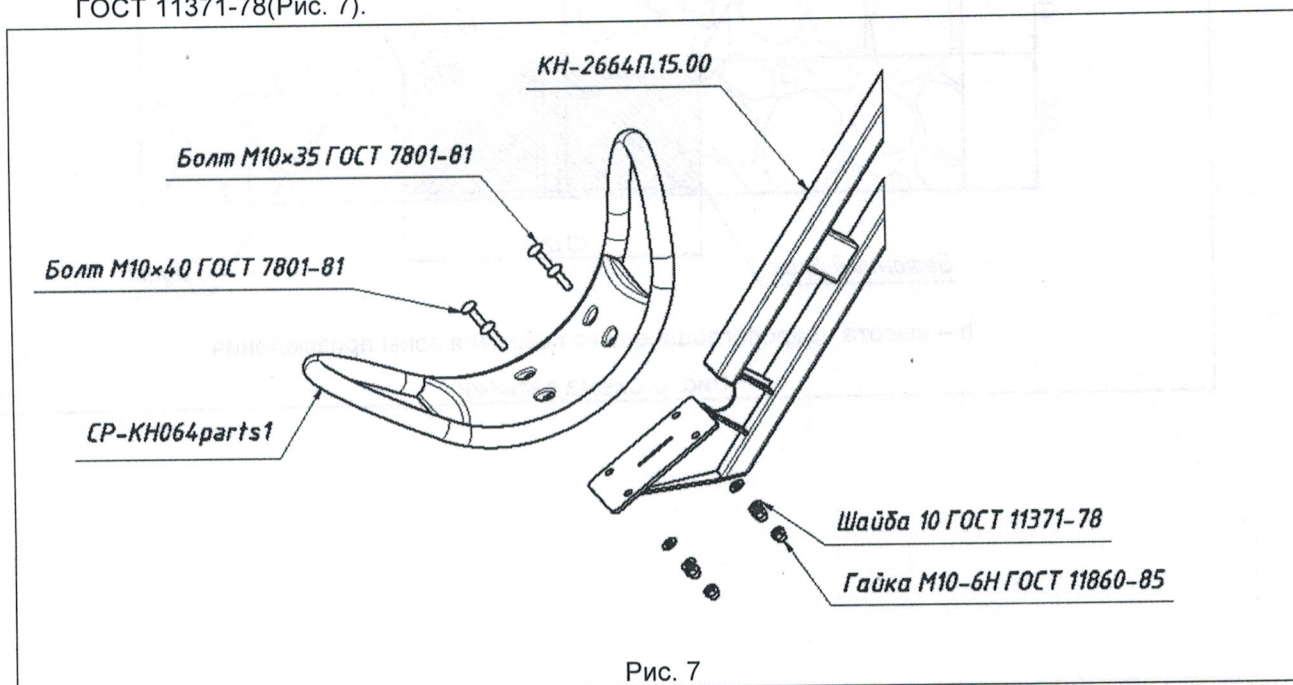

Рис. 7
24.10. К балкам КН 2664П.15.00 крепятся пластиковые сиденья СР-КН064parts1 с помощью болтов М10×35 ГОСТ 7801-81 и М10×40 ГОСТ 7801-81, гаек М10-6Н ГОСТ 11860-85 и шайб 10 ГОСТ 11371-78(Рис. 7).